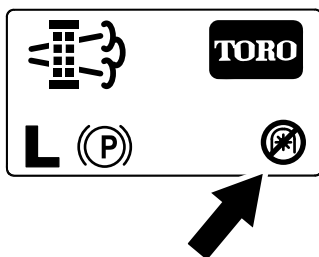

Figura 56
**Nota:** La pantalla de inicio muestra el icono de toma de fuerza desactivada (Figura 56).
**Nota:** La pantalla de inicio muestra el icono de toma de fuerza desactivada; consulte la Figura 56 en Mensajes de regeneración con la máquina aparcada \(página 41\).